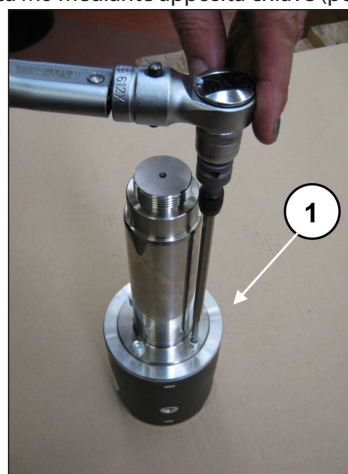

Fig. 43
Per separare lo stelo dal guida pistone occorre svitare le viti a testa cilindrica M6 mediante apposita chiave (pos. ①, Fig. 43).